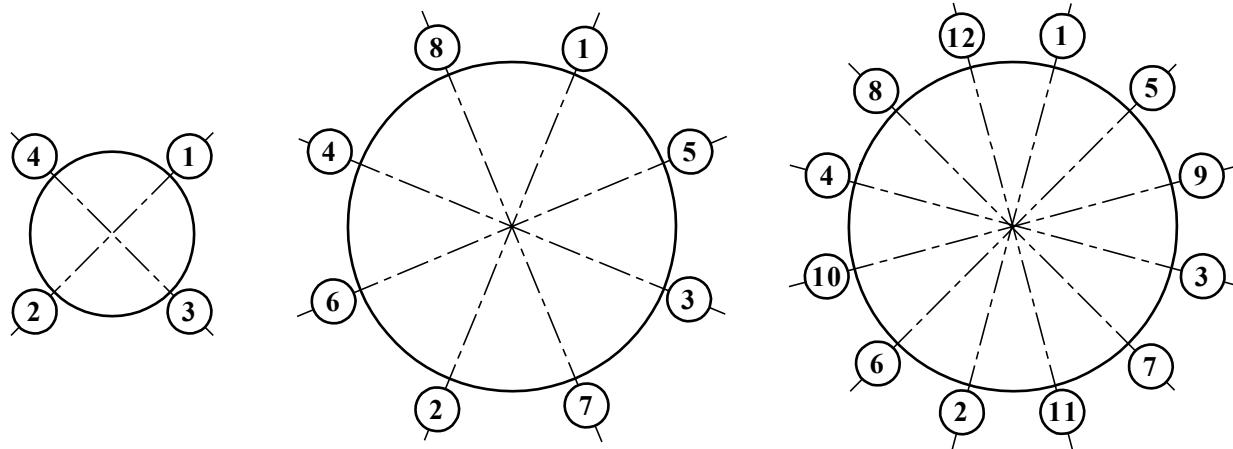

Рис. 5. Очередность затяжки гаек на фланцах.
3.2.6. **Затяжка гаек при установке ППР или имитатора в трубопровод должна производиться в очередности, обозначенной на рис.5, динамометрическим ключом с крутящим моментом не более, указанного в табл.1. В случае превышения усилия затяжки возможно повреждение ППР, вызывающее пропечку во внутреннюю полость ЭМР.**